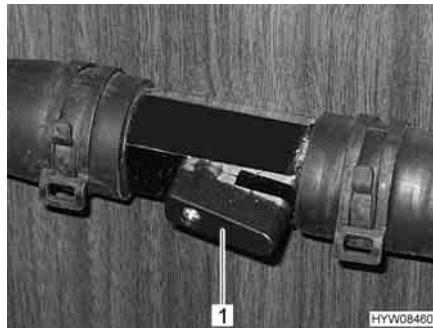

Fig. 126 Rubinetto aperto
- Posizionare la leva (Fig. 126,1) parallelamente alla tubazione (Fig. 126). Più il rubinetto viene aperto, maggiore è la prestazione del riscaldamento.
- Posizionare la leva (Fig. 126,1) verticalmente rispetto alla tubazione. Il circuito di riscaldamento funziona mediante la tubatura di bypass.